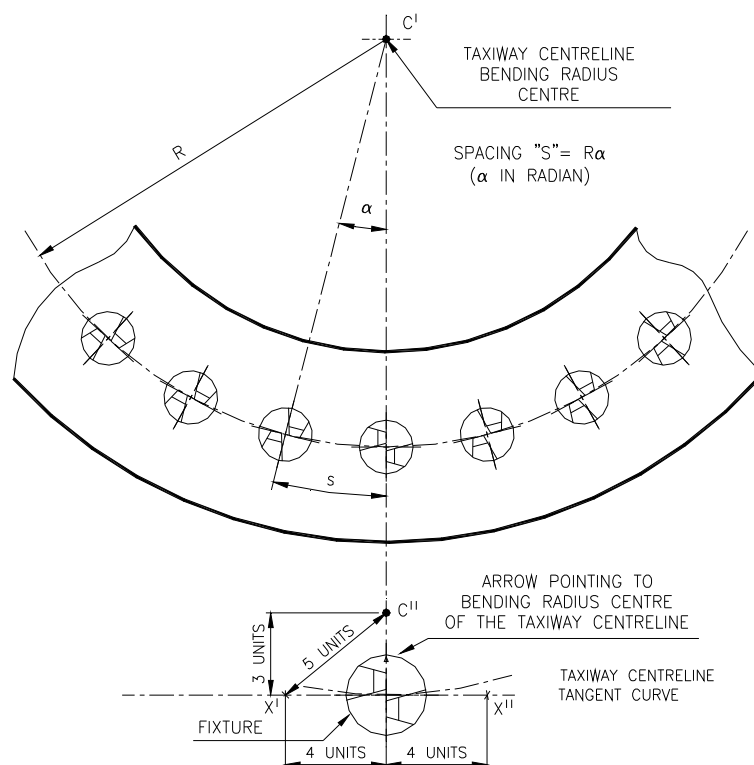

Figura 7 – Alineamiento de la luz de la sección curvada
1. Usando el esquema de la Figura 7 el radio (R) de la curva y marque el centro del radio de la calle de rodaje (C').
2. Determine la longitudinal de separación (S) entre las luces. La Tabla 2 se toma de la normativa FAA AC 150 / 5340-30, la Tabla 3 del Anexo 14 de la OACI - Volumen 1.
3. Localice y marque la ubicación de cada luz (C) en la línea central de la calle de rodaje.
6. Marque dos arcos de 1,2 m de radio (o 4 unidades) desde el centro de la ubicación de luz (C) de manera que se crucen con el primer arco, y forman una "X" en dos lugares (X' - X'').